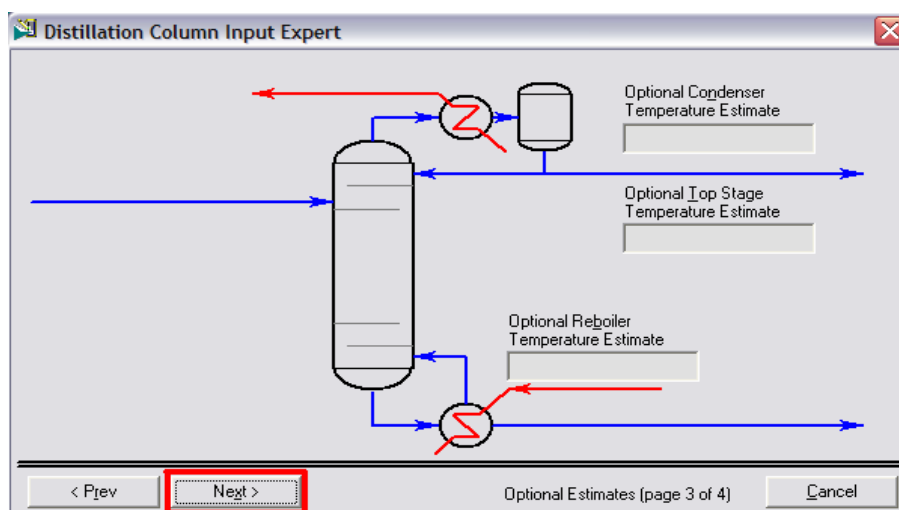

Fig.VII.4
- Dans l'étape suivante (Fig. VII.4), HYSYS demande des températures estimées du plateau supérieur (plateau 1), du condenseur, et du rebouilleur. Puisque ce sont des champs facultatifs, ils peuvent être ignorés et HYSYS va les calculer lorsque la simulation est exécutée. Cliquez sur **Next** pour passer à l'étape finale,